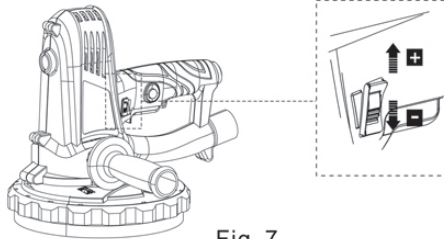

Fig. 7
Limite a velocidade máxima com o seletor de velocidade (2) (Fig. 7).
- > Mova o seletor de velocidade (2) para cima para aumentar a velocidade máxima. Uma velocidade elevada é adequada para lixar com folhas de lixa de grão fino para obter um acabamento fino.
- > Mova o seletor de velocidade (2) para baixo para diminuir a velocidade máxima. Uma velocidade baixa é adequada para lixar com folhas de grão grosso para limpar gesso e manchas de água na superfície de trabalho.